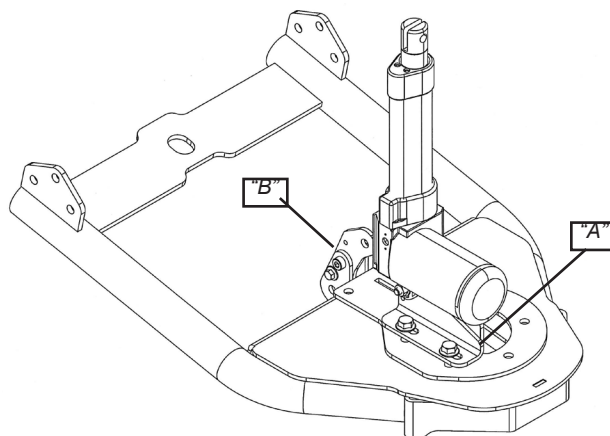

Figure 1 Actionneur de lame en position « A »
1. Cet actionneur électrique de lame a été conçu pour monter la lame WARN à l'un des deux emplacements indiqués à la figure 1. L'actionneur est monté en position « A », qui constitue le meilleur emplacement pour la plupart des véhicules. La position « B » autorise la vitesse la plus rapide et permet d'utiliser l'actionneur électrique de lame avec le PowerPivot WARN. Le moteur de l'actionneur se trouve vers l'arrière de la lame, lorsqu'on utilise le support « B » pour monter l'actionneur.